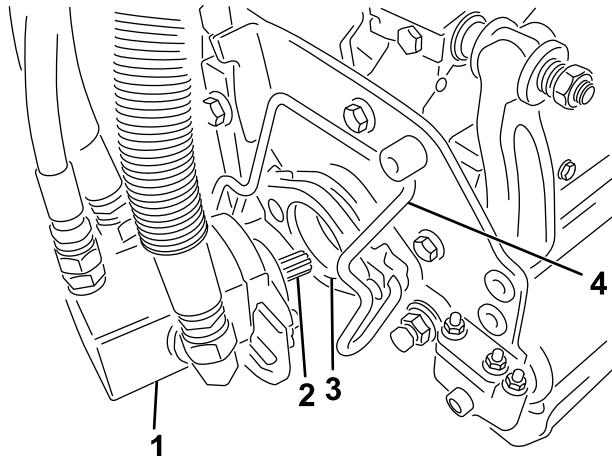

Figura 35
5. Cubra el eje acanalado del motor de la unidad de corte con grasa limpia (Figura 35).
6. Introduzca el motor en el lado izquierdo de la unidad de corte (visto desde el puesto del operador) y tire de la barra de retención del motor (en la unidad de corte) hacia el motor hasta que oiga un "clic" en ambos lados del motor (Figura 35).